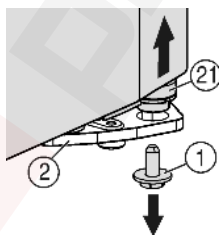
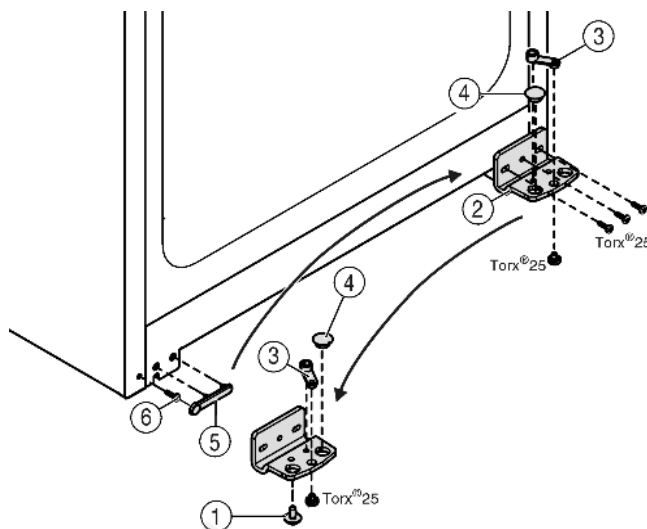

Fig. 5
Fig. 6
- ▶ Jobbra lent a csapágybakon lévő biztosítócsavart (Fig. 5 (1)) tekerje ki.
- ▶ A tartócsap (Fig. 5 (21)) kioldódik a csapágybakból (Fig. 6 (2)).
- ▶ Ha a tartócsap Fig. 5 (21) nem oldódik ki, a csapszeget alulról nyomja ki.
- ▶ Csavarozza le a csapágybakot Fig. 6 (2).
- ▶ Csavarozza le a csapágyrészt Fig. 6 (3), helyezze át a csapágybak túldoldali felvívó furatába és csavarozza vissza.
- ▶ Vegye ki a csapágybakban lévő dugót Fig. 6 (4), és helyezze át a csapágybak szemközti oldalán lévő felvívófuratba.
- ▶ Óvatosan emelje le a fogantyú felőli fedelet Fig. 6 (5).
- ▶ Tekerje ki a csavart Fig. 6 (6) és az ellenkező oldalon helyezze be.
- ▶ Helyezze vissza a fedelet Fig. 6 (5).
- ▶ Csavarozza vissza a csapágybakot Fig. 6 (2) a csuklópánt új oldalára **4 Nm-es nyomatékkal**, szükség esetén egy akkus csavarhúzóval.
- ▶ A biztosítócsavart Fig. 5 (1) lent csavarja be a tartócsapba és húzza meg (4 Nm-es nyomatékkal).